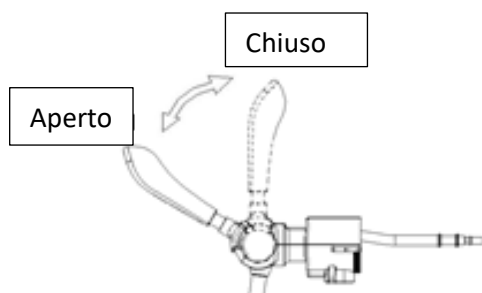

FIGURA 12
14.4Quando la maniglia del rubinetto è chiusa in posizione verticale (come mostrato nella posizione "CHIUSO" nella Figura 12), tirare la maniglia in avanti di 45 gradi per la birra (come mostrato nella posizione "APERTA" nella Figura 12).